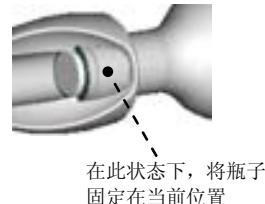

图 7.10.5 元件固定
Step3. 选择 固定 选项，将其固定，如图 7.10.5 所示。